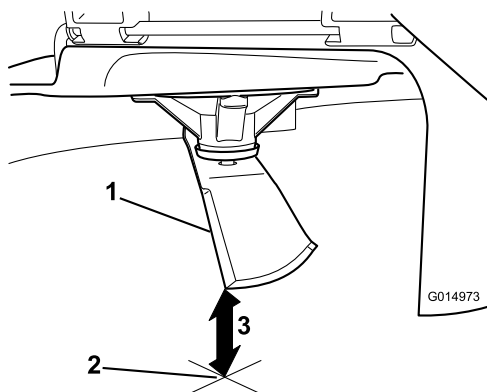

Figure 62
3. Mesurez la distance entre la pointe de la lame et la surface plane (Figure 62).